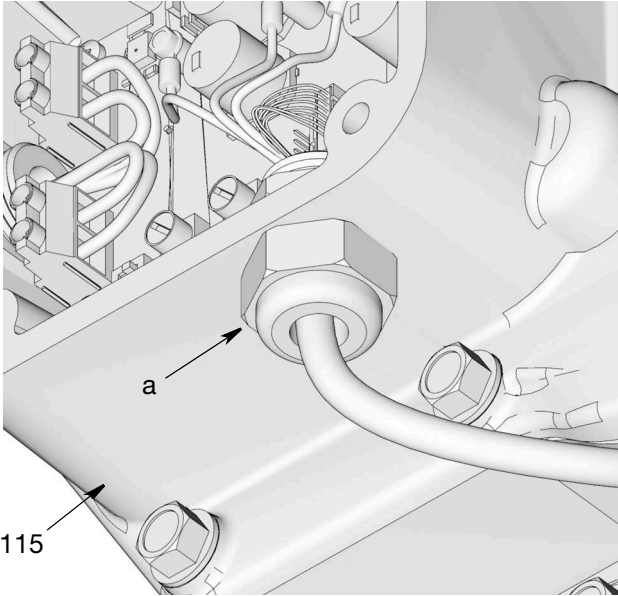

図 57
- 8. レンチを使って張力緩和部 (a) を緩めて、ワイヤハーネスをハウジングから取り外します(図 57)。